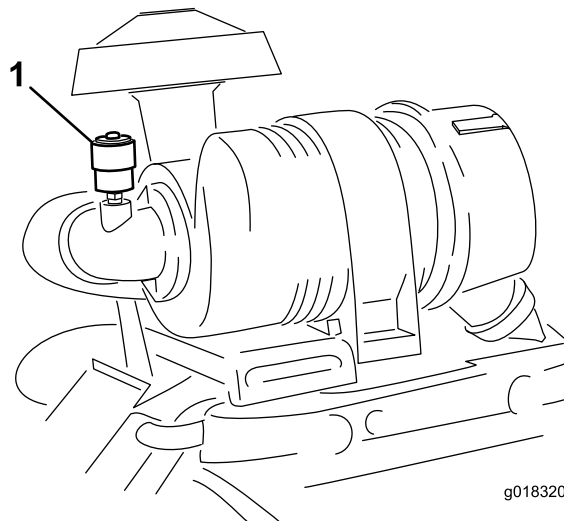

Bild 43
Hinweis: Warten Sie den Luftfilter nur, wenn die Wartungsanzeige dies angibt (Bild 43). Das frühzeitige Auswechseln des Luftfilters erhöht nur die Gefahr, dass Schmutz in den Motor gelangt, wenn Sie den Filter entfernen.
6. Stellen Sie die Anzeige (Bild 43) zurück, wenn sie auf Rot steht.